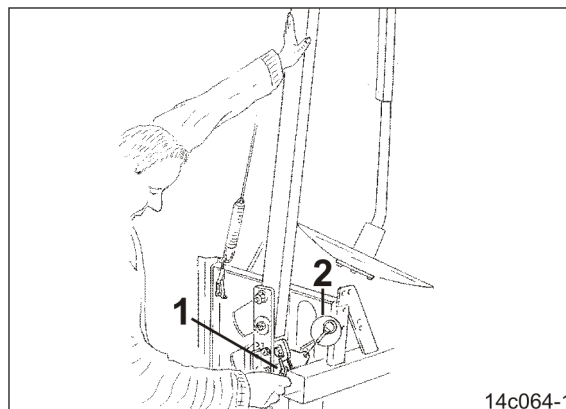

Рис. 105
1. Прижмите консоль маркера (Рис. 105).
- 2.1 Закрепите пружинный фиксатор (Рис. 105/1) на консоли маркера.
- 2.1 Закрепите пружинный фиксатор для парковочного положения на накладке (Рис. 105/2).